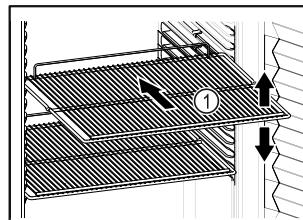

Fig. 77 Beispielhafte Darstellung
- Wenn Ablageflächen Fig. 77 (1) versetzbare sind, Ablageflächen je nach Höhe anpassen.